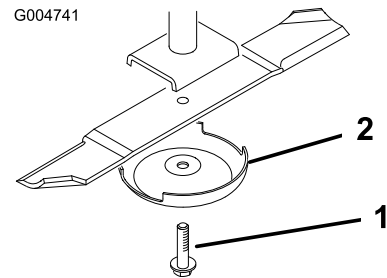

Figura 99
2. Sujete el extremo de la cuchilla usando un paño o un guante grueso. Retire del eje de la cuchilla el perno de la cuchilla, el protector de césped y la cuchilla (Figura 99).